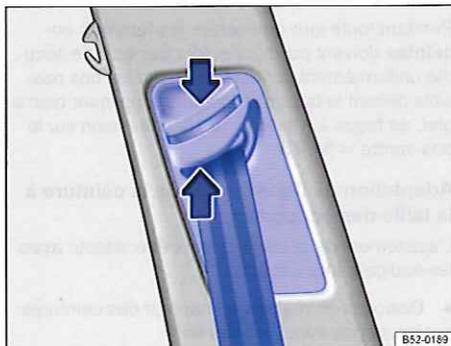

Fig. 71 À côté des sièges avant : réglage en hauteur de la ceinture.
- Comprimez la ferrure d'inversion dans le sens des flèches et maintenez-la comprimée ⇒ fig. 71.